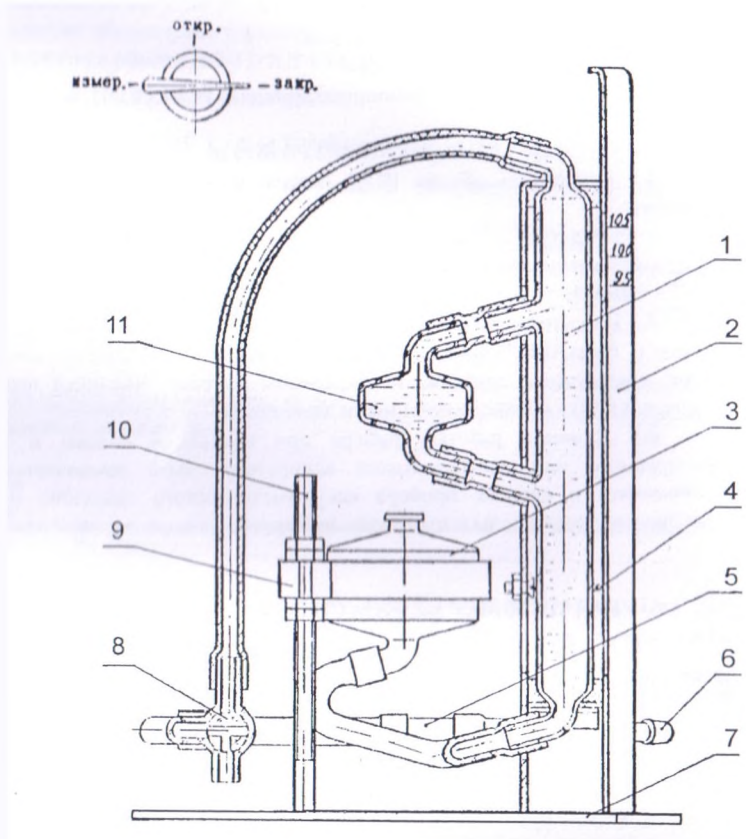

Рис. 4.1
4.2 Измеритель объема ИО-1 (рис. 4.1) представляет собой изделие, основные детали и сборочные единицы которого изготовлены из стекла, соединены между собой эластичными трубками и закреплены на раме, имеющей шкалу, нониус и защитный кожух с информационными этикетками.
6.4 Проверьте герметичность измерителя объема ИО-1 (см. рис. 4.1).
7.1.1 Подсоедините аспиратор АМ-5 к штуцеру поз. 6 (см. рис. 4.1), сожмите его до упора, поставьте кран в положение ИЗМЕР. и освободите аспиратор АМ-5. После полного раскрытия аспиратора АМ-5 запишите максимальный уровень подъема жидкости по шкале измерителя объема ИО-1, отсоедините аспиратор АМ-5 от штуцера и поставьте кран в положение ОТКР.
7.2.1 Подсоедините аспиратор АМ-5 к штуцеру поз. 6 (см. рис. 4.1), сожмите его до упора и отпустите, одновременно включив секундомер (кран должен быть в положении ОТКР). Через 1 мм переведите кран в положение ИЗМЕР. и запишите максимальный уровень подъема жидкости по шкале измерителя объема ИО-1.